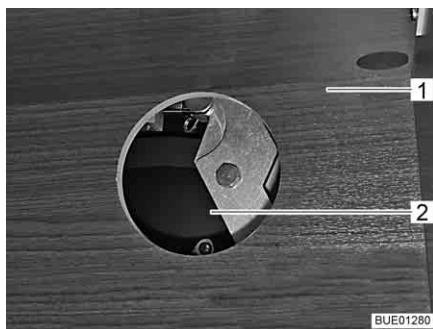

Fig. 109 Accesso all'azionamento
- Aprire l'anta del pensile (Fig. 109,1) secondo lo specifico modello, quindi rimuovere il coperchio dell'apertura di accesso (Fig. 109,2).